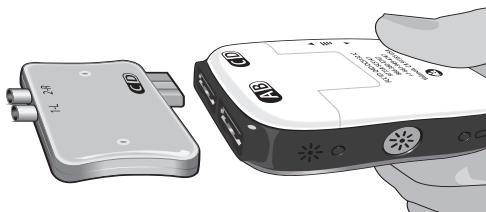

Figura 8: Conexão do Adaptador ETS ao Estimulador de avaliação externo 2
3. Conecte o Adaptador ETS ao soquete do Estimulador de avaliação externo 2 identificado como "CD" (Figura 8).